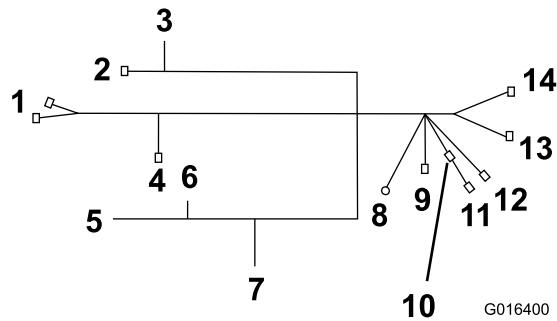

Bild 14
1. Schrauben Sie den Kabelbaumzweig mit den folgenden Anschlüssen in die Seitenabdeckung, wo der Hauptkabelbaum durch das Armaturenbrett verläuft (siehe (Bild 14)):
1. Verlegen Sie den Zweig des Kabelbaums mit den Anschlüssen zur linken Rückleuchte, der Nummernschildlampe und der rechten Rückleuchte (Bild 14).
- Verlegen Sie den Zweig des Kabelbaums mit den Anschläüssen zur linken Lampe und Blinker und der Hupe (Bild 14).